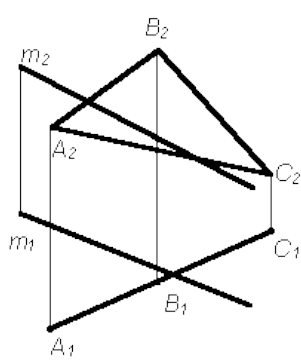

Рис.5.
5. Построить точку пересечения прямой m и плоскости $P(\triangle ABC)$ (рис. 5).